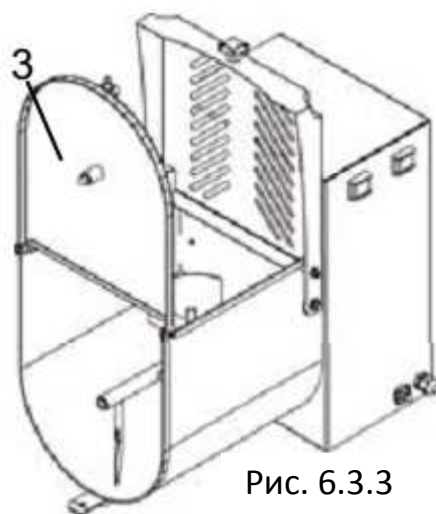

Рис. 6.3.3
- Поднять переднюю крышку поз. 3 (рис. 6.3.3)